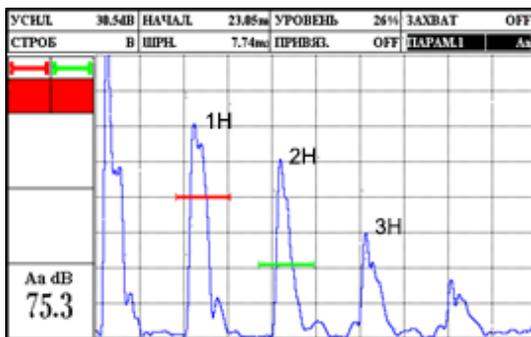

Рисунок 2.65 – Многократное отражение сигналов в образце
- На экране дефектоскопа возникает многократное отражение сигналов (1Н, 2Н, 3Н и т.д.), см. рис. 2.65.